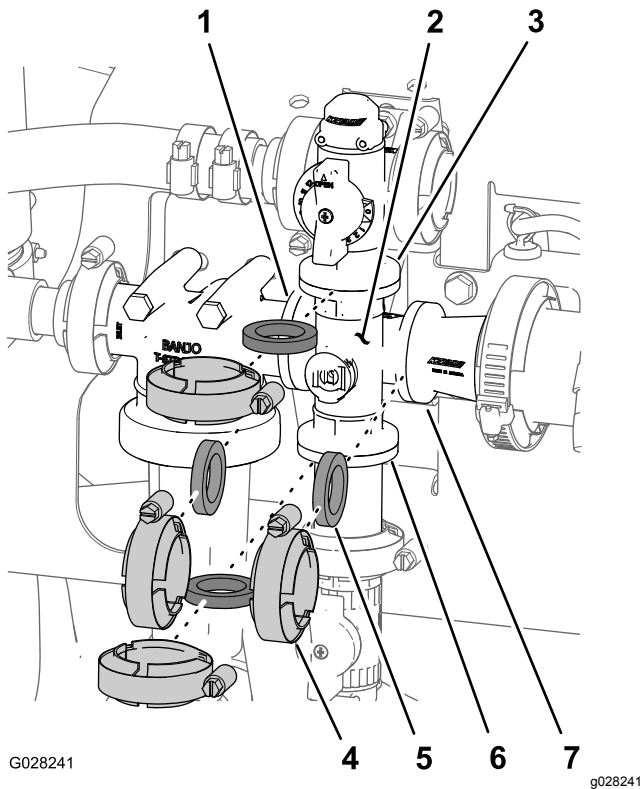

Bild 78
1. Entfernen Sie die Klemmen und Dichtungen, mit denen der Verteiler für das Rührwerkventil (Bild 78) am Rührwerksicherheitsventil, Druckfilterkopf, an der Reduzierkupplung und am Adapteranschlussstück (Rührwerkdruckdrosselventil) befestigt ist.